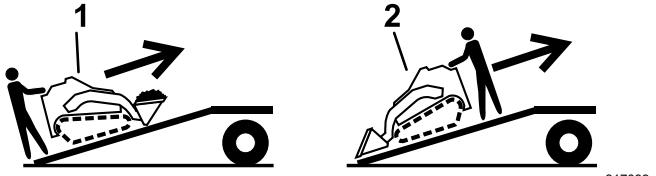

Figura 19
5. Cargue la máquina en el remolque por la rampa con el extremo más pesado hacia arriba, y la carga en la posición más baja posible (Figura 19).